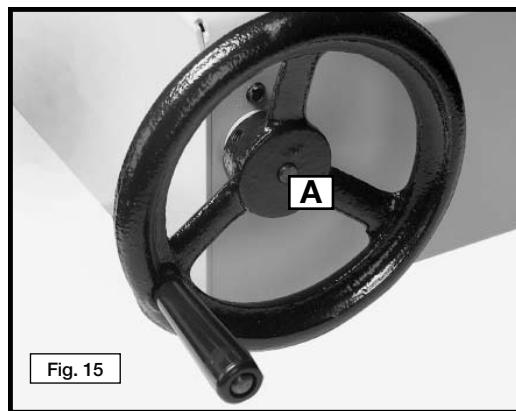

Fig. 15
Para elevar la mesa de alimentación, gire el volante (A) Fig. 15 en sentido contrario a las agujas del reloj. Para bajar la mesa de alimentación, gire el volante en el sentido de las agujas del reloj.